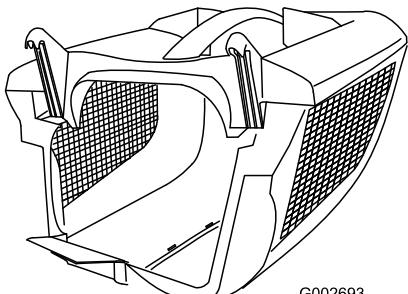

Figur 8
2. Skjut in den andra sidodelen i spärrhakarna på överdelen och spän ihop de två sidodelarna bak till (Figur 8).